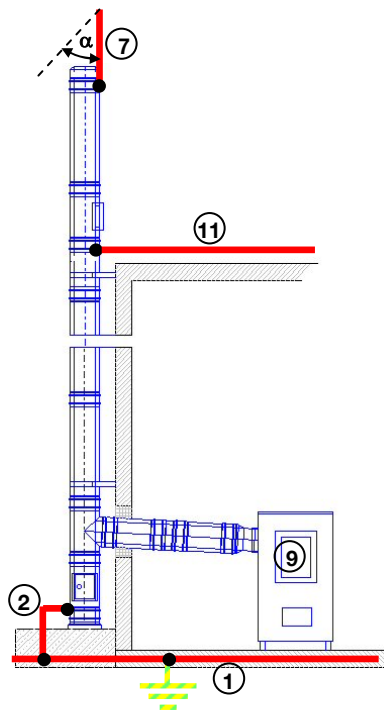

Bild 4: Gebäude mit Äußerem Blitzschutz und außen angebrachter Abgasanlage (z. B. Kaminöfen ohne elektrischem Anschluss)
- des Fußpunktes der Metallabgasanlage an die Erdungsanlage (Bild 4),